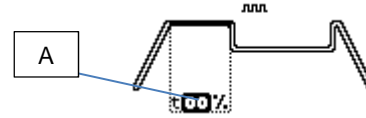

Fig.6
**OPÇÃO DE SOLDADURA PULSADA.** Configurar a corrente de soldadura principal (fig. 3 ref. N), a corrente básica (fig. 3 ref. G), a frequência de pulsação (fig. 3 ref. H), selecionar, por fim, através do encoder **S1** o submenu de opção (fig. 3 ref. D) e regular a duração da corrente de soldadura principal, expressa em percentual, do período (fig. 6 ref. A) entre 5% e 80%.